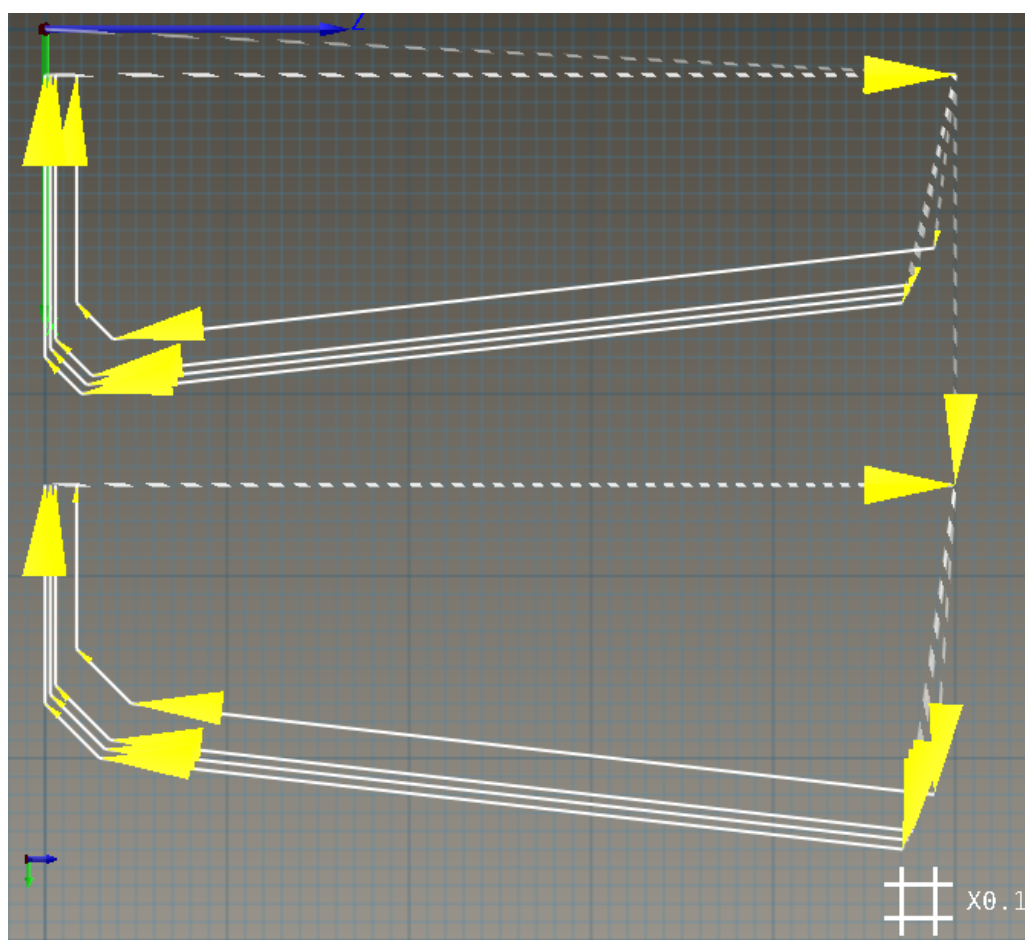

Рис. 2.14.9: Демонстрация нарезания конусной резьбы
**Пример** нарезания конусной резьбы (рис. 2.14.9)